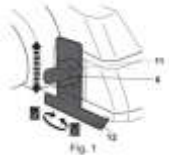

Fig.1
Appuyez sur le bouton de déverrouillage (1) et maintenez-le en enfoncé. Appuyez sur le bouton marche/arrêt (2) pour allumer l'appareil (Fig. 1). Pour éteindre l'appareil, relâchez le bouton marche/arrêt (2).